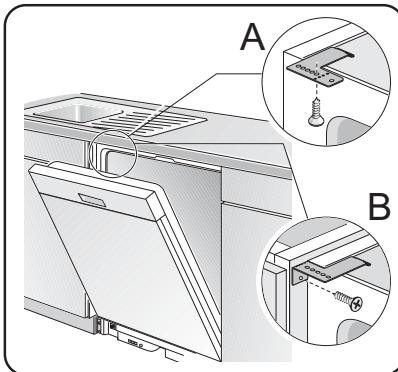

Figure 11/Illus. 11
1) **Top Mount** is used for countertops made of wood or other materials that can easily be drilled. Orient the mounting brackets as shown in Figure 11, letter A, and position the two small tabs on the mounting brackets over the two slots on the dishwasher's front corners. Push the mounting brackets down firmly to insert the tabs into the slots.
2) **Side Mount** is used for countertops made of marble, granite, or other very hard materials that cannot be easily drilled. Bend the mounting brackets along the small holes and in the same direction as the two small tabs. Orient the mounting brackets as shown in Figure 11, letter B, and position the two small tabs on the mounting brackets over the two slots on the dishwasher's front corners. Push the mounting brackets down firmly to insert the tabs into the slots.
- 1) **Sur le dessus** est utilisé pour les comptoirs fabriqués en bois ou autres matériaux pouvant être facilement percés. Orienter la fixation comme à la figure 11, lettre A, et positionner les 2 petites languettes sur la fixation sur les deux fentes des coins avant du lave-vaisselle. Pousser fermement sur les fixation pour insérer les languettes dans les fentes.
- 2) **Sur le côté** est utilisé pour les comptoirs en marbre, granite ou autre matériaux très durs ne pouvant être percés. Plier la fixation le long des petits points et dans la même direction que les deux petites languettes. Orienter les fixations comme à la figure 11, lettre B, et 2 petites languettes sur la fixation sur les deux fentes des coins avant du lave-vaisselle. Pousser fermement sur les fixation pour insérer les languettes dans les fentes.
1) **El Montaje Superior** se utiliza cuando el contador tiene una superficie de madera u otro material fácil de perforar. Acomode los soportes de montaje tal como indica la letra A en la Ilustración 11 y sitúe las dos lengüetas pequeñas de modo que cubran las dos ranuras en los rincones delanteros de la lavadora. Oprima firmemente hacia abajo los soportes de montaje hasta introducir las lengüetas en sus ranuras.
2) **El Montaje Lateral** se utiliza para las superficies de contador hechas de mármol, granito u otro material muy duro que no se perfora fácilmente. Doble los soportes de montaje en línea con los hoyos pequeños y en la misma dirección como las dos lengüetas pequeñas. Acomode los soportes de montaje tal como indica la letra B en la Ilustración 11 y sitúe las dos lengüetas pequeñas encima de los soportes de montaje sobre las dos ranuras en los rincones delanteros de la lavadora. Oprima firmemente hacia abajo los soportes de montaje para poder introducir las lengüetas en las ranuras.